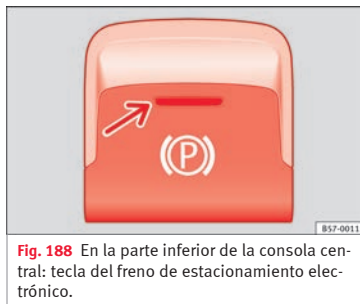

Fig. 188 En la parte inferior de la consola central: tecla del freno de estacionamiento electrónico.
- Tire de la tecla **P** **» fig. 188** y manténgala en esa posición.
• El freno de estacionamiento está conectado cuando se enciende el testigo de control de la tecla **» fig. 188** (flecha) y el testigo de control rojo **P** en la pantalla del cuadro de instrumentos.
- Pulse la tecla **P** **» fig. 188**. Al mismo tiempo pise con fuerza el pedal del freno o, si el motor está en marcha, pise ligeramente el pedal del acelerador.
- El testigo de control de la tecla **» fig. 188** (flecha) y el testigo de control rojo **P** de la pantalla del cuadro de instrumentos se apagan.
Se puede impedir que el freno de estacionamiento se desconecte automáticamente tirando ininterrumpidamente hacia arriba de la tecla  » **fig. 188** al iniciar la marcha.
- Tire de la tecla  » **fig. 188** y manténgala en esta posición para frenar el vehículo **energicamente**. Al mismo tiempo sonará una señal acústica de advertencia.